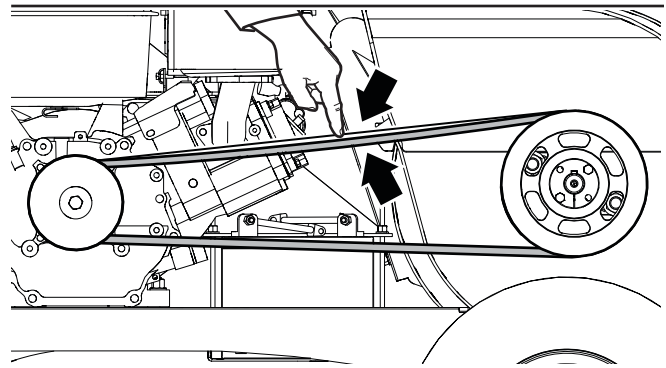

Figure 33 – Vérifiez la tension de la courroie d'entraînement
1. Appuyez sur le centre supérieur de la courroie d'entraînement du rotor et mesurez la distance parcourue. Voir la Figure 33.